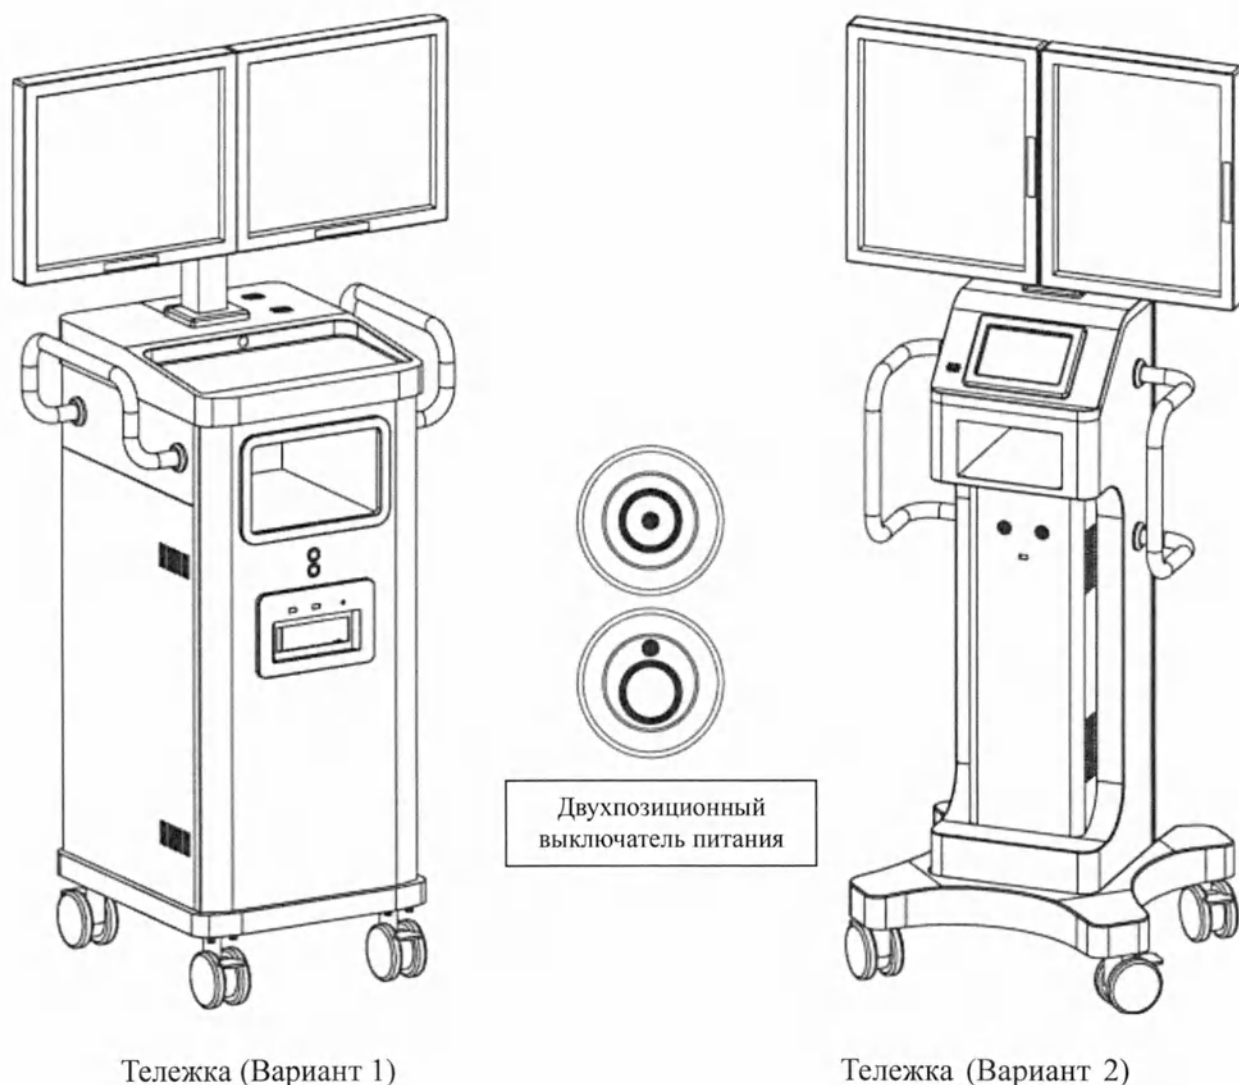

Рис.3
2. Для включения аппарата, нажмите на зеленую кнопку двухпозиционного выключателя питания и удерживайте ее на протяжении 1 сек. Раздастся звуковой сигнал и начнется процесс самодиагностики аппарата. После успешного завершения самотестирования аппарат готов к работе. Рис.3